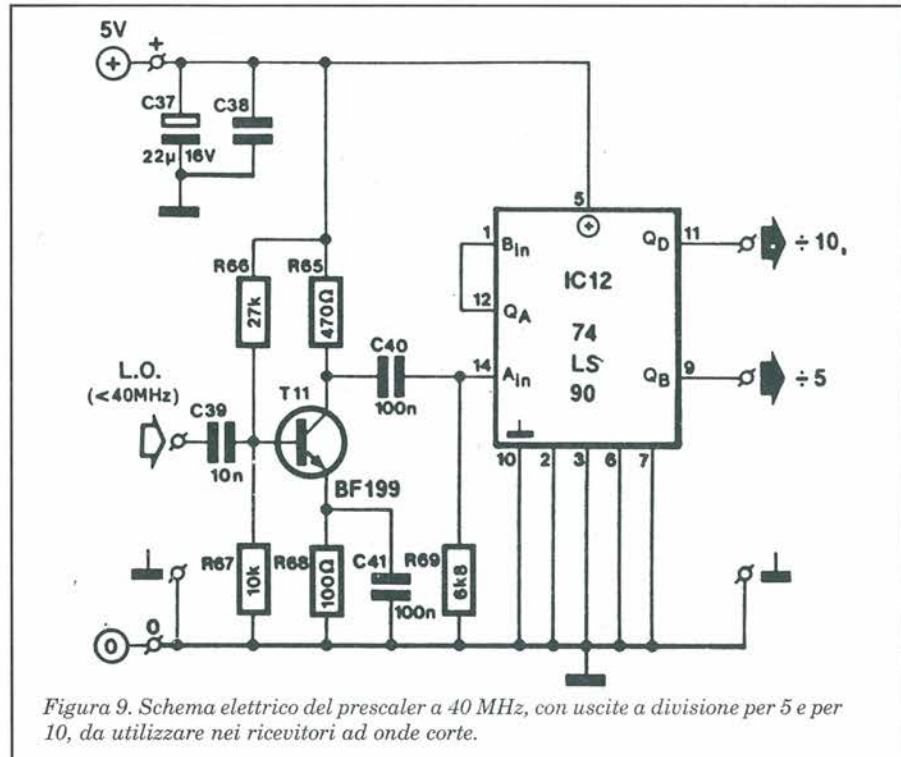

Figura 9. Schema elettrico del prescaler a 40 MHz, con uscite a divisione per 5 e per 10, da utilizzare nei ricevitori ad onde corte.
Lo schema elettrico del prescaler per ricevitori ad onde corte è illustrato in Figura 9. Il transistor T11 garantisce che l'oscillatore locale del ricevitore non risulti eccessivamente caricato e funziona contemporaneamente come amplificatore/pilota digitale per il divisore IC12. Il prescaler ha un'uscita divisa per 5 ed una divisa per 10 (riferirsi alla tabella 1 della prima parte). Può gestire segnali d'ingresso di oscillatore locale fino a circa 40 MHz ed ha una sensibilità di 150 mV_{eff} a 20 MHz. Utilizzando un 74F90 nella posizione di IC12, la massima frequenza utilizzabile può essere aumentata a più di 60 MHz.
Il prescaler VHF è un circuito leggermente più complesso, come risulta dalla Figura 9. Prima del contatore/divisore per 10 ECL (IC13) c'è un amplificatore a larga banda a due stadi ed accoppiamento diretto, formato da T8 e T9. Quantunque, secondo i dati, l'SP8660 abbia un'uscita a collettore aperto compatibile con TTL e CMOS, sono necessari un certo interfacciamento ed una certa filtrazione del segnale prima di poterlo applicare all'ingresso LO (oscillatore locale) dell'MC145157 (IC1). La sensibilità del prescaler VHF diminuisce da 30 mV_{eff} (a circa 100 MHz) fino a 500 mV_{eff} (a 190 MHz); Facciamo notare che la seconda frequenza è maggiore del limite massimo specificato per l'SP8660. In un montaggio sperimentale, si è potuto riscontrare che il prescaler ha una frequenza d'ingresso massima assoluta di 250 MHz. Il guadagno di T9 è definito principalmente dal valore di R58.
- Prescaler HF (Figura 9)
Per alcune applicazioni in onde corte e medie, è possibile omettere il prescaler da 40 MHz, pilotando direttamente l'MC145157 con il segnale dell'oscillatore. Questo è possibile però soltanto quando il segnale dell'oscillatore locale ha una frequenza minore di 15 MHz ed un'ampiezza di almeno 500 mV. Il nostro prototipo di sintetizzatore è stato sviluppato e perfezionato utilizzando una semplice radio ad onde lunghe-medie-corte, basata sul circuito integrato ricevitore monochip TDA1083. Questo funziona in maniera soddisfacente con il piedino 5 accoppiato direttamente in c.a. all'MC 145157, senza buffer. Per le applicazioni VHF FM, il prescaler di Figura 9 è abbastanza sensibile da permettere il suo pilotaggio con segnali LO di ampiezza relativamente ridotta. Per esempio, nel caso della testina di sintonia LP1186, il segnale LO può essere prelevato dall'emettitore del transistor oscillatore BF195 (pressappoco al centro del c.s.). Raccomandiamo vivamente di controllare che il prescaler utilizzato (quello per onde corte, quello per VHF, od entrambi) funzioni correttamente. Inserirlo provvisoriamente nel ricevitore, accanto all'oscillatore locale, e misurare la frequenza del segnale di uscita (per le onde corte, divisione per 5 o per 10; per la VHF, divisione per 10) in modo da verificare che il segnale LO ricevuto sia sufficiente e non influenzi in alcun modo il normale funzionamento del ricevitore. Utilizzare un oscilloscopio da 15 MHz per verificare che il decodificatore di uscita sia ai livelli digitali (5 V_{pp}) e sia libero da impulsi spurii e da disturbi, che potrebbero causare oscillazioni parassite.